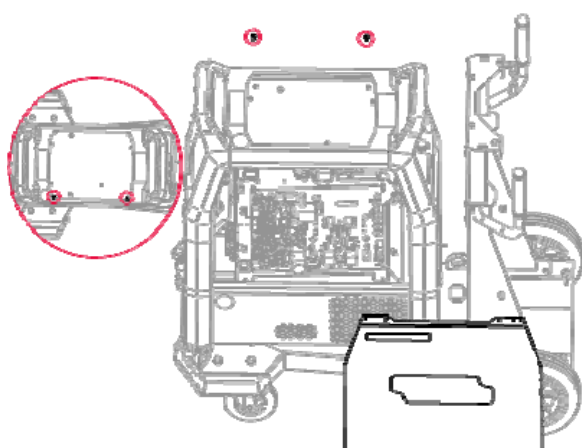

Figura 3
- Svitare e rimuovere il coperchio laterale di Speedtec – svitare le due viti M5x20 (Figura 3).